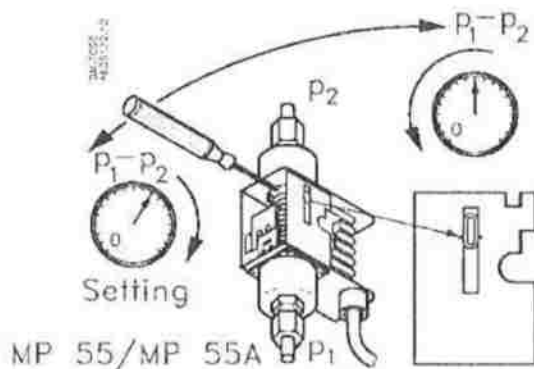

Рис. 3. Фрагмент инструкции фирмы 'Danfoss' по настройке дифференциального реле давления марки MP 55
**Ряд дифференциальных реле давления**, используемых для воды и воздуха, уже имеют заводскую настройку и не могут регулироваться. Такие дифференциальные реле давления обычно поступают уже смонтированными на агрегатах. Дифференциальные реле давления для масла или реле контроля смазки поставляют нерегулируемыми (MP 54) и регулируемыми (MP 55). Регулировочный винт в таких реле находится внутри, для доступа к нему необходимо снять крышку. На лицевой стороне расположена шкала. Увеличение дифференциала у реле давления, как правило, происходит вкручиванием регулировочного винта по часовой стрелке, уменьшение — выкручиванием против часовой стрелки (рис. 3).